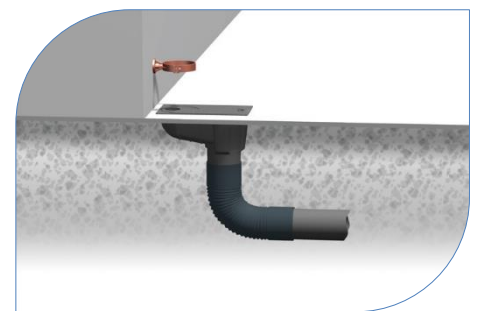
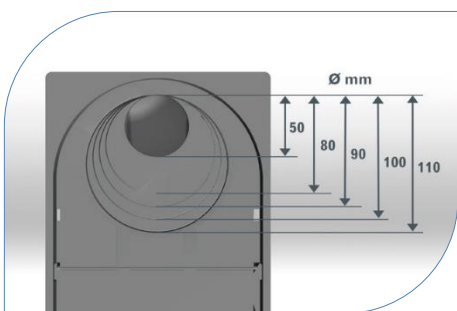
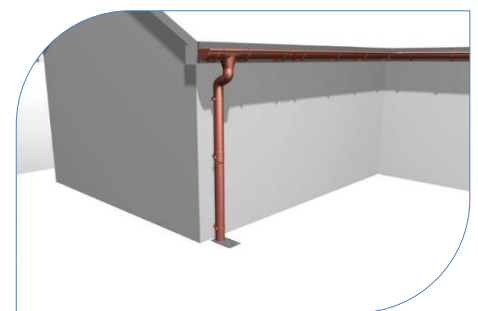

Рис. 24
Рис. 25
Рис. 27
6.1 Відведення в каналізацію. Розташуйте універсальний дощоприймач в ґрунті під водостічною трубою. Його нижній кінець з'єднайте з еластичним коліном, що доходить до труб підземної каналізації (рис. 24). У кришці універсального дощоприймача виріжте отвір, рівний по діаметру використовуваної водостічної труби (рис. 25, 26). Водостічну трубу введіть в отвір кришки дощоприймача (рис. 27)